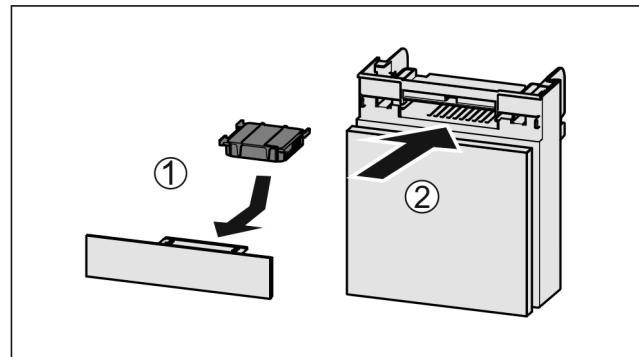

Fig. 121
- Поставете Fig. 121 (1) филтъра с активен въглен, както е показано на фигурата.
- Вкарайте Fig. 121 (2) отделението.